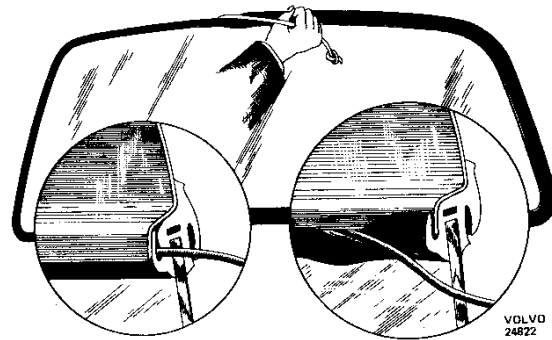

Abb. 46 Einbau der Frontscheibe
3. Frontscheibe einschl. Gummileiste in den Rahmen einsetzen. Durch leichte Schläge mit der behandschuhten flachen Hand kann die Scheibe zur vollständigen Anliegung am Rahmen gebracht werden. Vom Fahrgastraum aus wird die Schnur vorsichtig hervorgezogen, wobei die Lippe der Gummileiste über die Blechkante greift (Abb. 46). Mitunter muß durch leichte Schläge mit der Handfläche nachgeholfen werden. Eine klemmende Schnur kann die Gummileiste beschädigen. Deshalb beim Weiterziehen der Schnur von innen leicht mit der Handfläche gegen die Scheibe schlagen. Falls die Gummileiste dagegen nicht richtig über die Blechkante greift, muß durch Handschläge von außen gegen die Scheibe nachgeholfen werden.